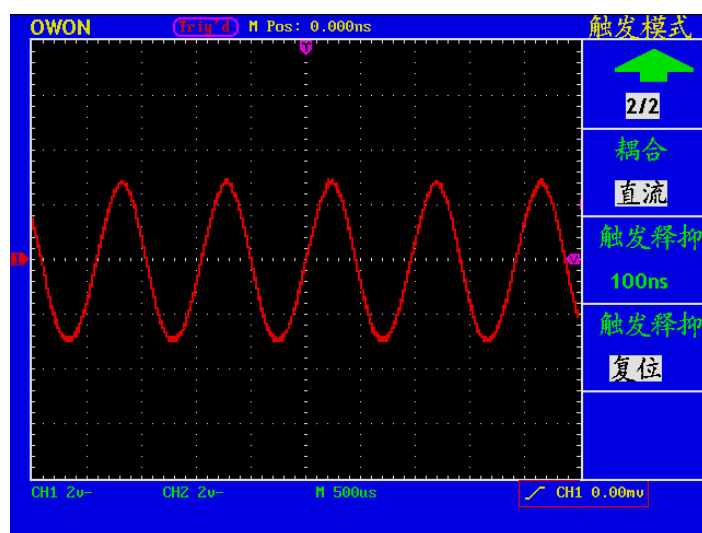

图 31：上升沿触发波形
- 7、按 F2 菜单选择按键，选择耦合为 直流。屏幕显示见图31。